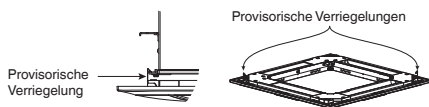

Abb. 7-18
- (1) Die provisorischen Verriegelungen an der Innenseite der Deckenverkleidung in die Aufnahmen an der Einheit einhängen, um die Deckenverkleidung vorläufig anzubringen. (Abb. 7-18)
- Zum Abnehmen der Deckenverkleidung die Deckenverkleidung abstützen, und gleichzeitig die provisorischen Verriegelungen nach außen drücken. (Abb. 7-18)